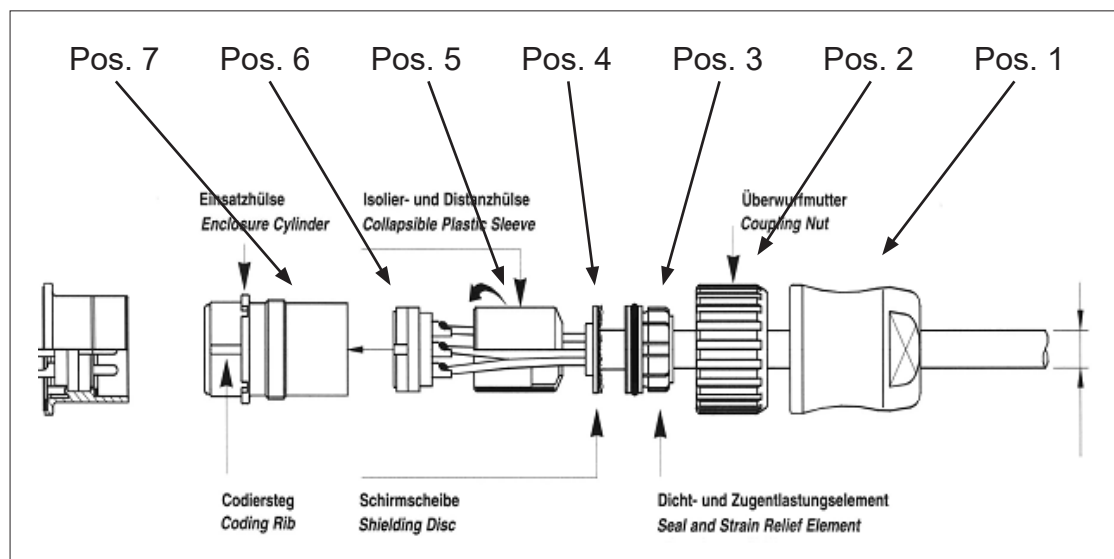

Fig. 8.3. Mounting the plug part. no. 9 300 12 10000 and 9 300 12 20000
- 在此例中：选择双绞线黑色/棕色与其他双绞线黑/红的红色线，并切去绝缘约。 5mm进行下列三种导线的端部和焊接它们在插头的插针（如示于图8.3，位置6）